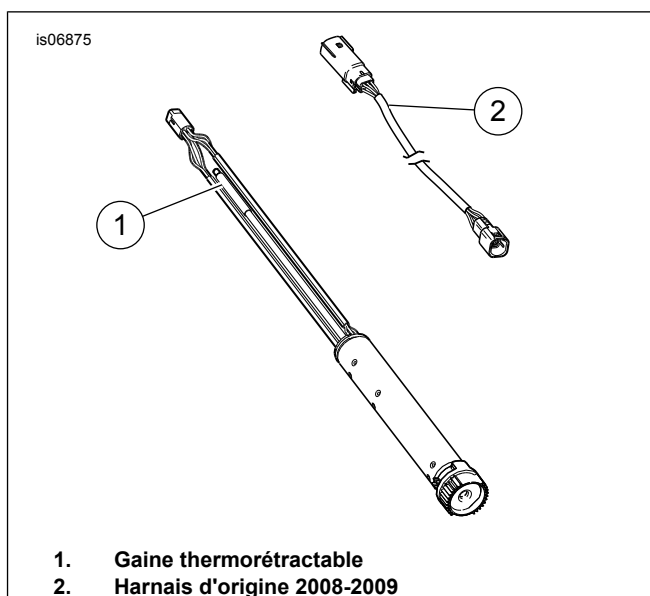

Figure 2. TGS et harnais 2008 et 2009
3. Consultez Figure 2 . Débranchez le harnais de cavaliers TGS du TGS et du harnais principal et jetez le harnais de cavaliers d'origine (2).